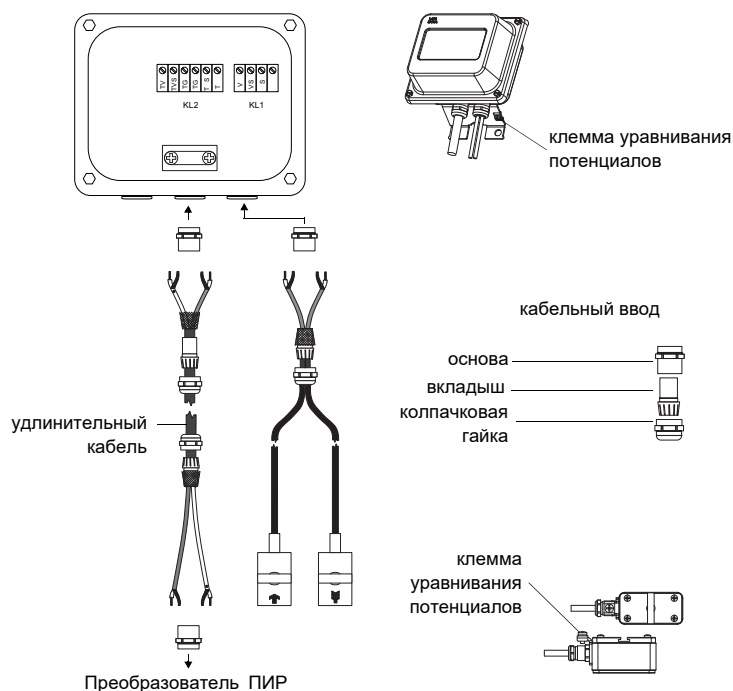

Рис. 6.5: Подключение удлинительного кабеля и кабеля датчика к соединительной коробке
- Снимите кабельный сальник с соединительной коробки (смотри Рис. 6.5).
- Протяните удлинительный кабель через колпачковую гайку, вкладыш и основу кабельного сальника (смотри Рис. 6.5).
- Прикрутите основу стороной с прокладкой к соединительной коробке (смотри Рис. 6.5).